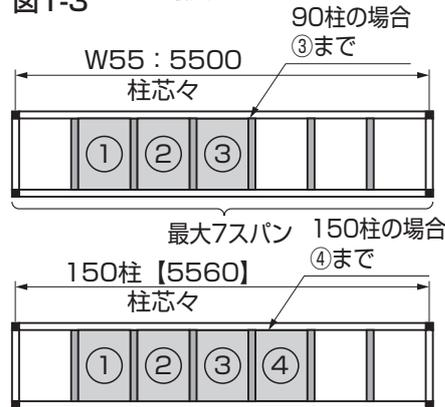

図1-6 シングルの場合
- シングルは屋根材枚数が3スパン(150角フレームは4スパン)以下の場合に限り、柱間を最大W55フレーム(7スパン)まで延ばせません。(図1-6参照)